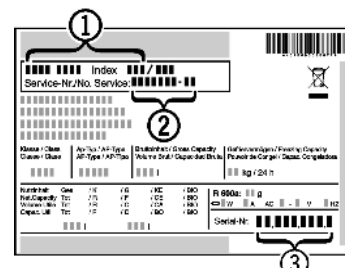

Fig. 51
- Fig. 51 (1), Service-Nr. Fig. 51 (2) und Serial-Nr. Fig. 51 (3) vom Typenschild ablesen. Das Typenschild befindet sich an der linken Geräteinnenseite.